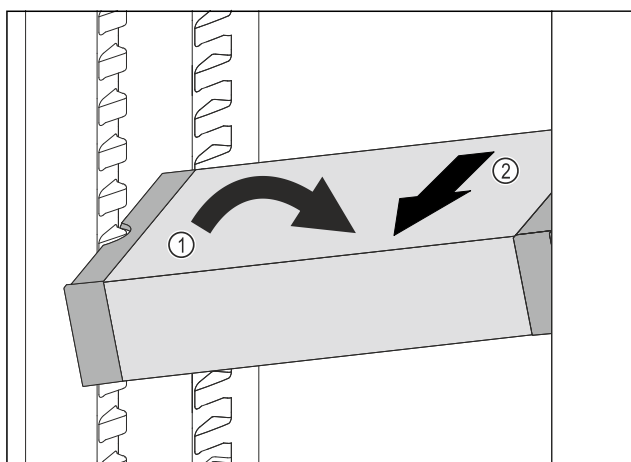

Fig. 185
- ▶ Расположите VarioSafe в холодильном отделении под наклоном. Fig. 185 (1)
- ▶ Извлеките VarioSafe движением вперед. Fig. 185 (2)